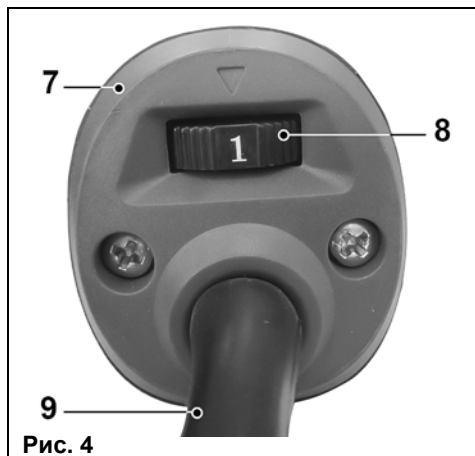

Рис. 4
7.3. Изменение частоты колебаний (Рис.4).